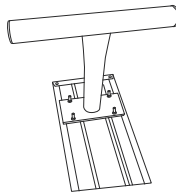

Figure 2
2. Placez un cadre de patte à la fois à une distance de 15,2 cm (6 po) à partir de l'extrémité de la planche de banc. Fixez lâchement à l'aide de quatre attaches de maintien, quatre écrous à embase de 5/16 po et quatre boulons de carrosserie de 5/16 po par cadre de patte. (Voir Figure 2)